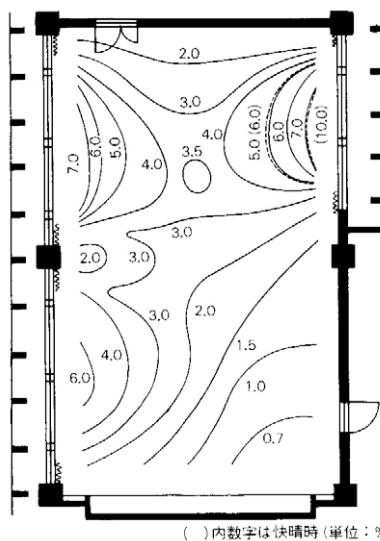

図1 昼光率分布の例（出典：参考文献 [3], p. 74）
- ・ レポート作成にあたっては、実験用教材 p. 75 の 6.3 および 6.4 を参照。昼光率基準には、教科書 p. 103 の表 1-2、もしくは実験用教材 p. 71 の表 3.1.3 などを用いる。下の図1のような昼光率の分布図も描く。